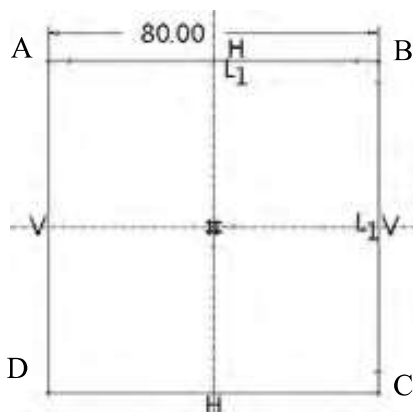

图1-11 修改尺寸标注
Step 15 单击“对称”按钮 ，先选中A点，再选中B点，然后选竖直中心线，A、B关于竖直中心线对称。采用同样的方法，选中A点，再选中D点，然后选择水平中心线，A、D关于水平中心线对称，如图1-11所示。
Step 17 单击“法向尺寸”按钮 ，选中尺寸标注，并改为80mm，如图1-11所示。